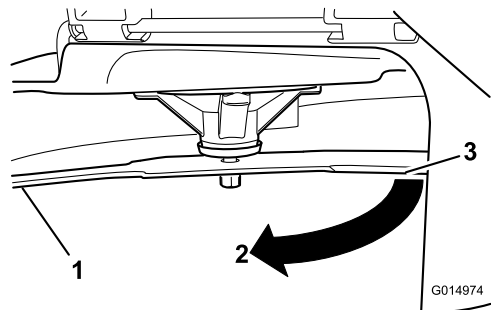

**Figura 70**
2. Usando luvas almofadadas ou outra proteção adequada para as mãos, rode lentamente lâmina para uma posição que lhe permita uma medição da distância entre a extremidade de corte e a superfície nivelada onde a máquina está (Figura 70).